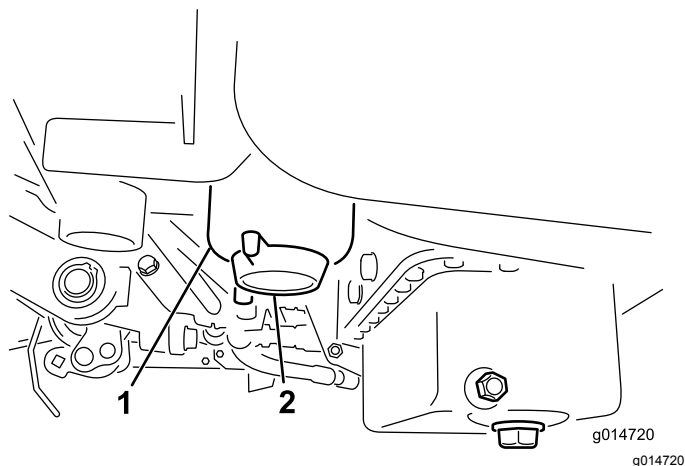

図 31
3. 燃料フィルタについているドレンプラグを 1 回転ほど開き、内部にたまっている異物を流し出す 図 31。